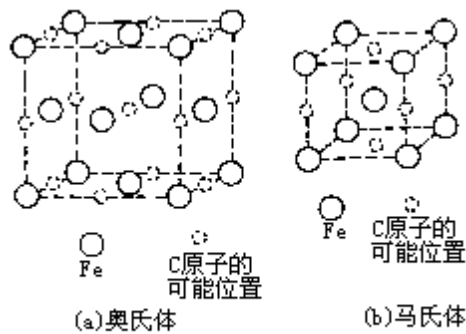

图7-9 奥氏体和马氏体结构
**奥氏体** 它是碳在  $\gamma$ -Fe 中的间隙固溶体，碳原子占据八面体空隙，如图 7-9 (a) 所示。
**马氏体** 它是碳在  $\alpha$ -Fe 中过饱和间隙固溶体，铁原子按体心四方分布，碳原子填入变形八面体空隙中，如图 7-9 (b) 所示。